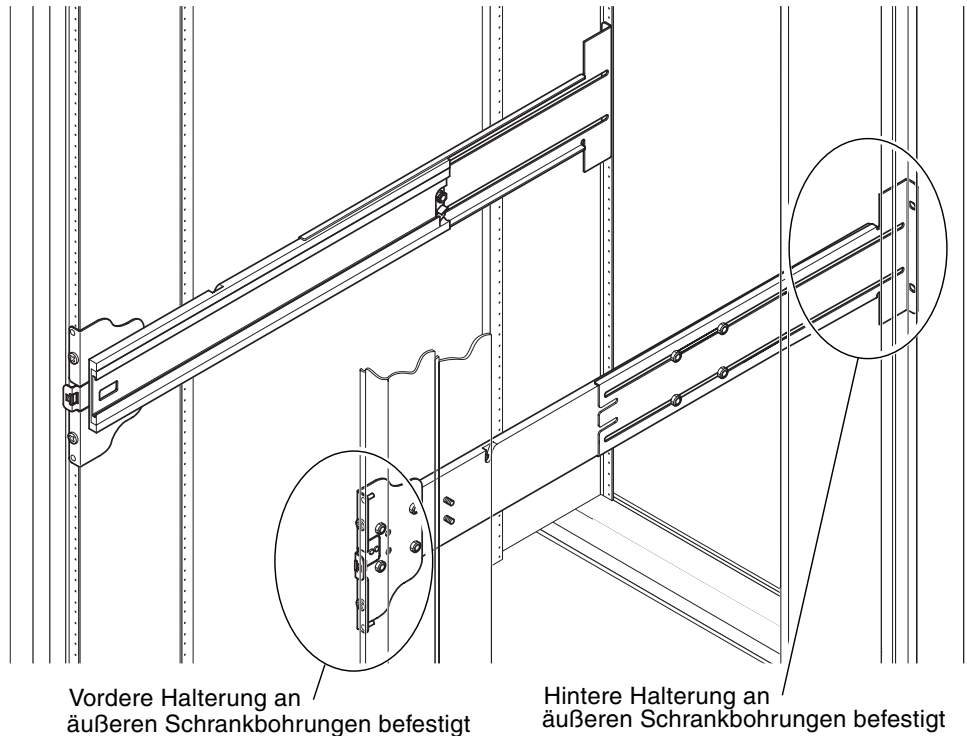

ABBILDUNG 1-7 Montieren der Schienenmodule in einem Sun Rack 900-Schrank bzw. einem 19-Zoll-Schrank mit vier Stützen
3. Stecken Sie die Stifte in der vorderen Halterung in die Schrankbohrungen 22 und 33 (ABBILDUNG 1-7).
3. Stecken Sie die Stifte in der vorderen Halterung in die Schrankbohrungen 58 und 69 (ABBILDUNG 1-7).
3. Befestigen Sie die hintere Halterung mit zwei UNF 10/32-Schrauben (ABBILDUNG 1-7).
4. Befestigen Sie die vordere Halterung mit zwei UNF 10/32-Schrauben (ABBILDUNG 1-7).